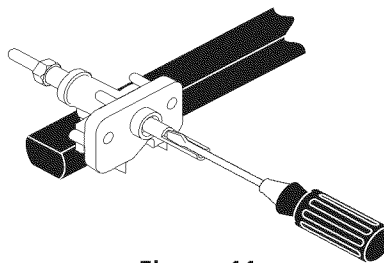

Figura 11
- El quemador se deberá encender en cuatro (4) segundos para un funcionamiento normal, después de que el aire haya sido purgado de la tubería de suministro de gas. Controle visualmente que el quemador se haya encendido.
11.4 Ajuste de la Posición LOW (BAJA) Para la Válvula del Quemador Superior (Figura 11)